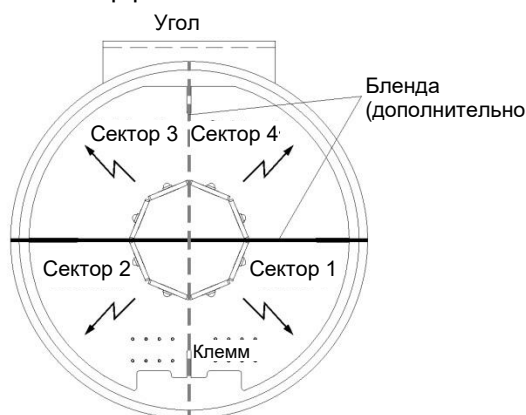

Рисунок 2 — Разделение света на секторы
Визуальный предупреждающий сигнал генерируется после применения рабочего напряжения в трех дополнительных режимах (проблеск, мигание и режим вращающегося светового сигнала) и излучается более чем 16 светодиодами. Они распределены горизонтально в двух плоскостях. 4 светодиода всегда формируют один сектор. Можно отключить один или два из четырех секторов, см. Рисунок 2 — Разделение света на секторы. Такой метод возможно использовать для минимизации потребления энергии для ненужных направлений излучения или во избежание дезинформации или бликового эффекта ослепления. Режимы работы, деактивация сектора и возможная активация снижения интенсивности света в ночное время могут быть настроены с помощью DIP-переключателей. В ночное время возможно уменьшение интенсивности света, что становится эффективным в темноте <50 люкс.
- Испускание света делится на 4 сектора (см. Рисунок 2 — Разделение света на секторы). Каждый из них можно отключить по отдельности. Однако отключение более чем 2 секторов невозможно. В этом случае настройки игнорируются, и происходит включение всех секторов. Таким образом гарантируется, что, независимо от положения переключателя, всегда работают как минимум 2 сектора.